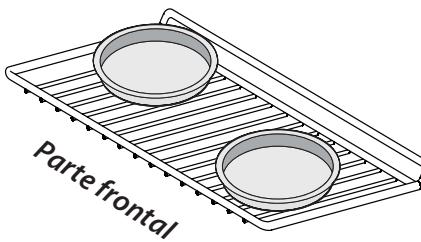

Figura 14: Hornear con una parrilla
- Al hornear con una sola parrilla, coloque las fuentes para horno como se muestra en la Figura 14. Deje al menos 2 pulgadas (5 cm) de espacio entre los utensilios para hornear para que el aire circule correctamente.